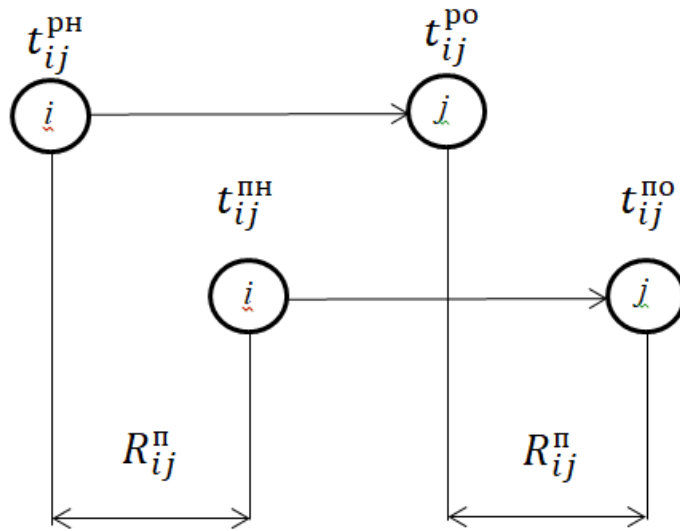

Рисунок 12
**Полный резерв времени**  $R_{ij}^{п}$  – это максимальное время, на которое можно увеличить продолжительность данной работы или перенести ее начало на более поздние сроки без увеличения продолжительности критического пути. Полный резерв времени может быть рассчитан как разность между поздним и ранним началом работы или поздним и ранним окончанием работы (рис. 12):